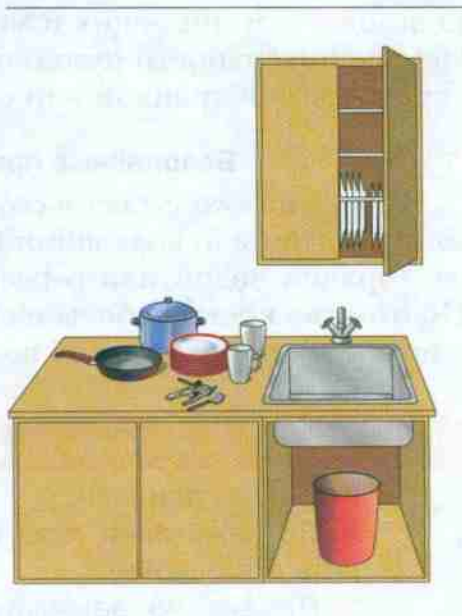

Рис. 16. Организация рабочего места при мытье посуды
2. Отсортировать посуду: отдельно поставить стаканы, тарелки и т. д. (рис. 16).